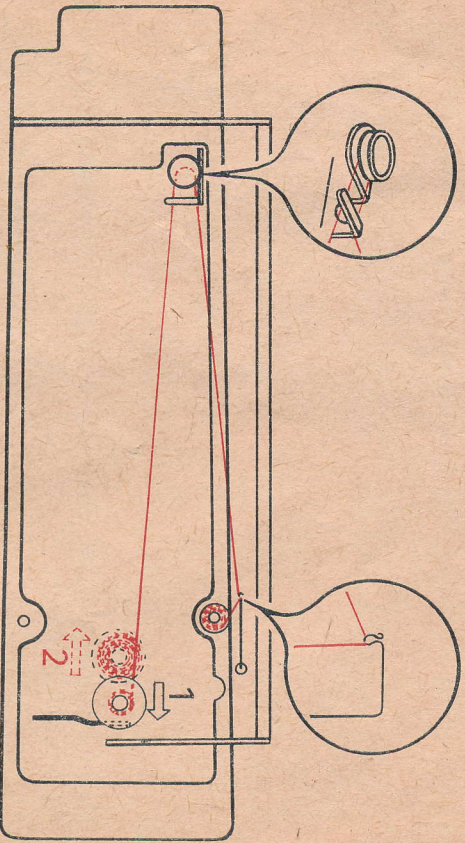

Abb. 14 Obr. 14 14. ábra
– Faden gemäß Abb. 14 einlegen und mehrfach um die Spule wickeln.
– Spüler nach rechts gegen das Handrad drücken (1). Ist die Spule gefüllt, bleibt der Spüler stehen.
– Spüler zurückdrücken (2) und Spule abnehmen
– Az orsózót jobbra a kézikereket felenyomjuk (1). Ha az orsó megtelt, akkor leáll az orsózó.
– Az orsózót visszanyomjuk (2) es le vesszük az orsót.
#### 14. Oberfaden einfädeln (Abb. 14 + 18) ★ Navléknuti horní nitě (Obr. 14 + 18) ★ A felsőszál befűzése (14. + 18. ábrák)